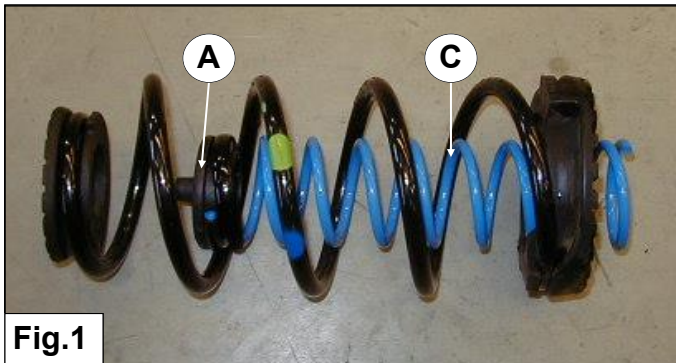

Fig.1
3. Stellen Sie die Niveaufeder **C** auf den Federteller **A**. Sehe fig. 1.
6. Montieren Sie den Niveaufedersatz in der Hauptfeder. Sehe fig. 1.
3. Placez le ressort auxiliaire **C** sur la coupelle **A**. Voir fig. 1.
6. Placez le kit de ressort auxiliaire dans le ressort principal. Voir fig. 1.